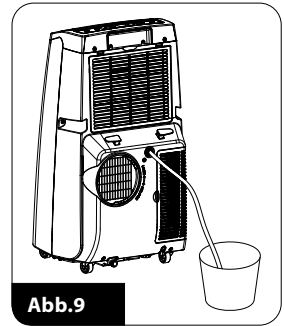

Abb.9
- lösen Sie die Mutter und entfernen Sie den Stopfen (6)
- schließen Sie das andere Ende des Abflussdräns an das Abflusssystem oder Gefäß an (Abb. 9)
**ACHTUNG! Das Gefäß oder Abflusssystem müssen sich unterhalb des Abflusses (6).**
**ACHTUNG! Schließen Sie den Abflussdrän nicht an den Wasserabfluss (10) – das verflüssigte Wasser nimmt aktiv an der Gerätekühlung teil.**